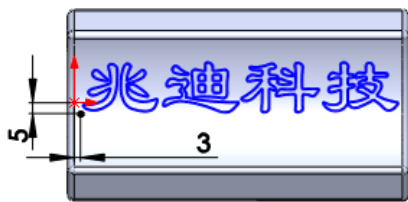

图 3.26.3 创建闭合草图
Step3. 创建“包覆”特征。选择下拉菜单 **插入(I)** → **特征(F)** → **包覆(W)** 命令；选取基准面 1 为草图基准面，进入草图环境。绘制图 3.26.3 所示的闭合草图。完成草图绘制后系统弹出“包覆”对话框。选择下拉菜单 **工具(T)** → **草图绘制实体(E)** → **文本(T)** 命令，系统弹出“草图文字”对话框，在 **文字(T)** 区域的文本框中输入“兆迪科技”，取消选中 ☐ **使用文档字体(U)** 复选框，在“草图字体”对话框中将宽度因子设置为 100%，间距设置为 100%；单击 **字体(F)...** 按钮，系统弹出“选择字体”对话框，设置文字的字体为隶书，文字样式为“常规”，高度为 25.00mm，在“选择字体”对话框中单击 **确定** 按钮，完成字体的设置；在“草图字体”对话框中单击 按钮，完成草图的创建；闭合草图插入点的尺寸标注如图 3.26.3 所示；在 **包覆参数(W)** 区域中选中 ☒ **浮雕(M)** 单选项，激活 后的